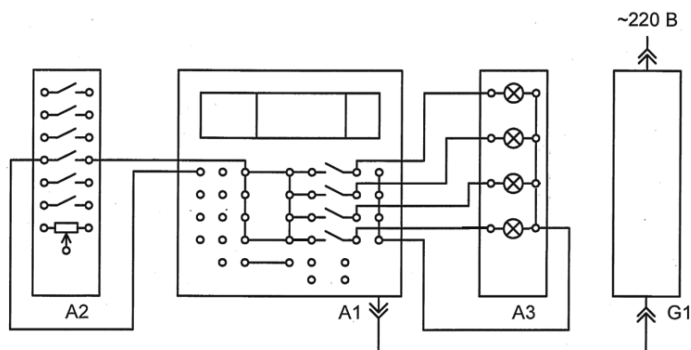

Рис. 9.14. Электрическая схема
- Собрать электрическую схему на лабораторном стенде, как показано на рис. 9.14.